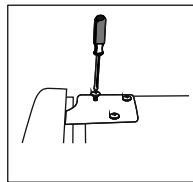

Рисунок 17
10. Приложите верхнюю дверь. Убедитесь, что она выровнена по горизонтали и вертикали, чтобы все уплотнения были закрыты по всем сторонам, перед тем как затягивать верхние петли. Прикрутите петлю к верхней части прибора (рис. 17).